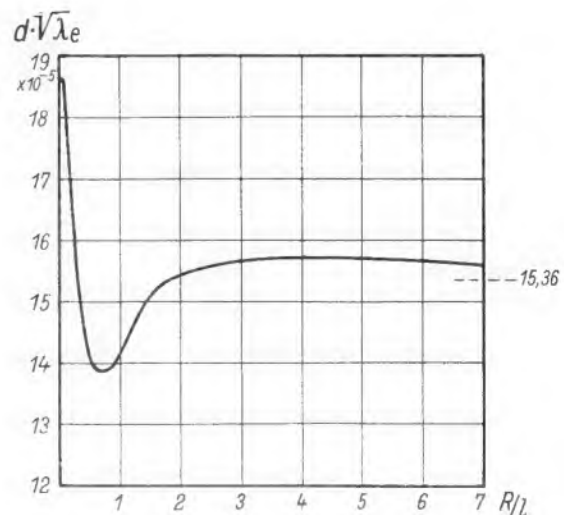
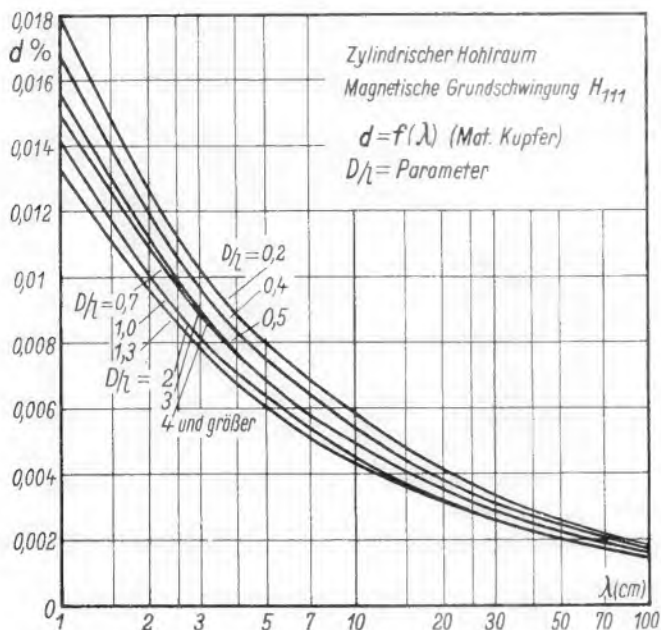

Bild 6. Diagramm zur Berechnung der Dämpfung für die H_{111} -Welle im zylindrischen Hohlraum
Bild 7. Diagramm zur Bestimmung der Dämpfung für die H₁₁₁-Welle im zylindrischen Hohlraum
2. Dämpfung (Bild 6 und Bild 7; Bild 7 siehe Blatt 2)